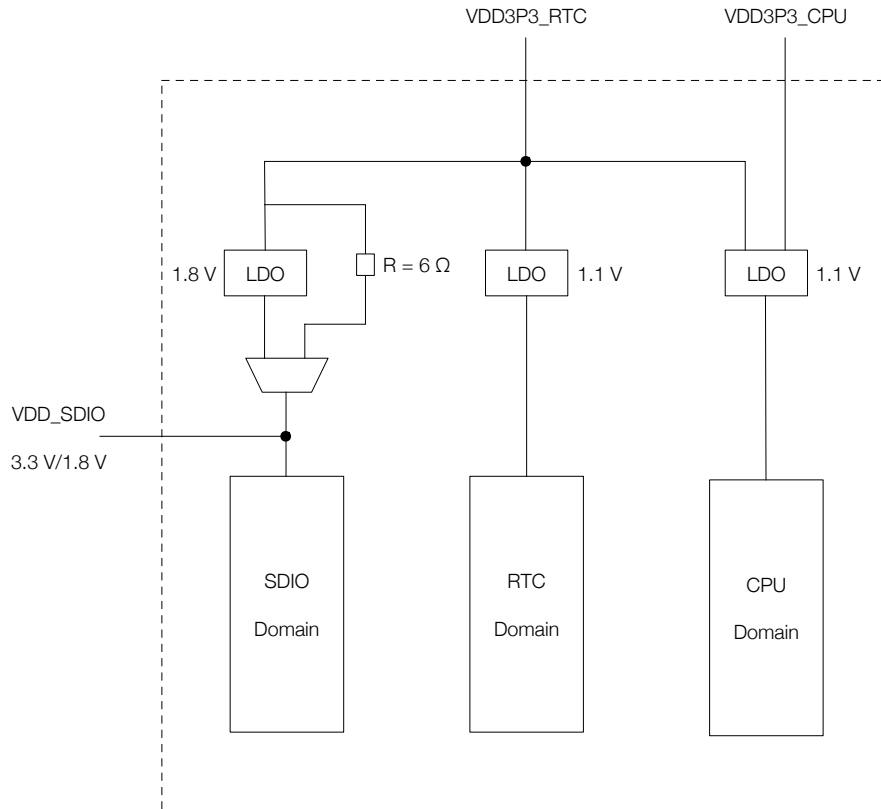

图 2-3. ESP32 电源管理
电源管理如图 2-3 ESP32 电源管理 所示。
1. ESP32-U4WDH 的封装内 flash 以及 ESP32-D0WDR2-V3 的封装内 PSRAM 均运行在 3.3V 电压下,此时,VDD\_SDIO 会通过  $6\ \Omega$  的电阻从 VDD3P3\_RTC 取电, 见图 2-3。